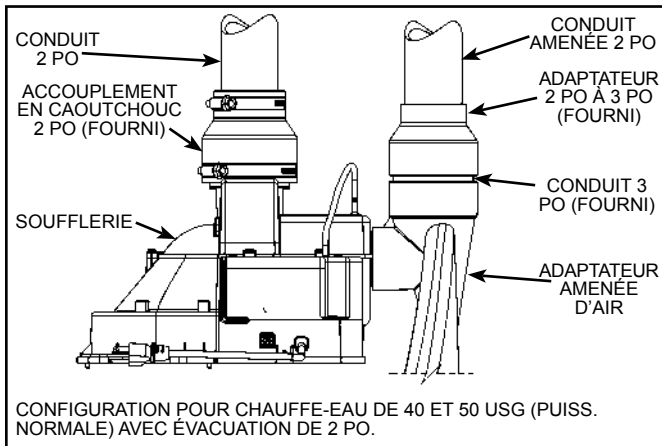
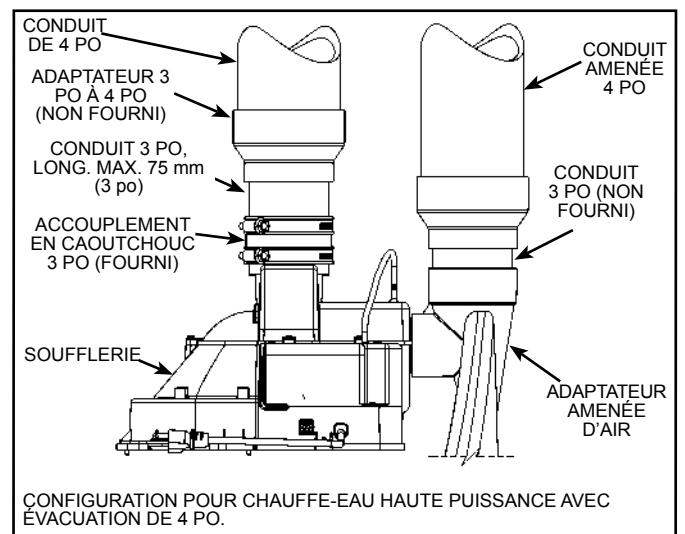

Figure 38
Figure 42
4. Assurez-vous que le tube de plastique reliant le pressostat au boîtier de la soufflerie est bien en place et qu'il n'est pas pincé ou plié, ce qui restreindrait le passage de l'air (voir Figure 38 à Figure 42).
**Important:** ces raccords doivent être étanches afin d'éviter que des produits de combustion ne se retrouvent dans l'air ambiant, voir Figure 38 à Figure 42.